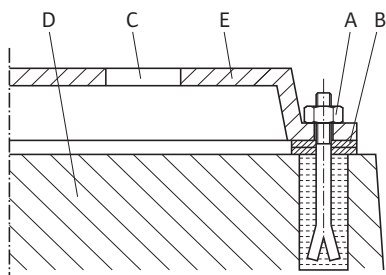

Fig. 43: Primer pričvršćivanja zavrtnjima na temelj
**Primer pričvršćivanja zavrtnjima na temelj (Fig. 43):**
- Podložne limove (B) uvek montirajte levo i desno u neposrednoj blizini materijala za pričvršćivanje (npr. zavrtnji za kamen (A)) između osnovne ploče (E) i temelja (D).